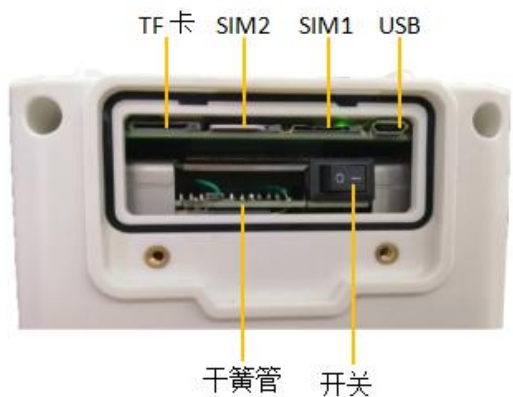

图 7
- 使用磁铁靠近干簧管的位置（如图 7），激活设备 WiFi 热点（名称：F-PLS200\_\*\*\*\*\*, 其中 \*\*\*\*\* 为出厂编号）。